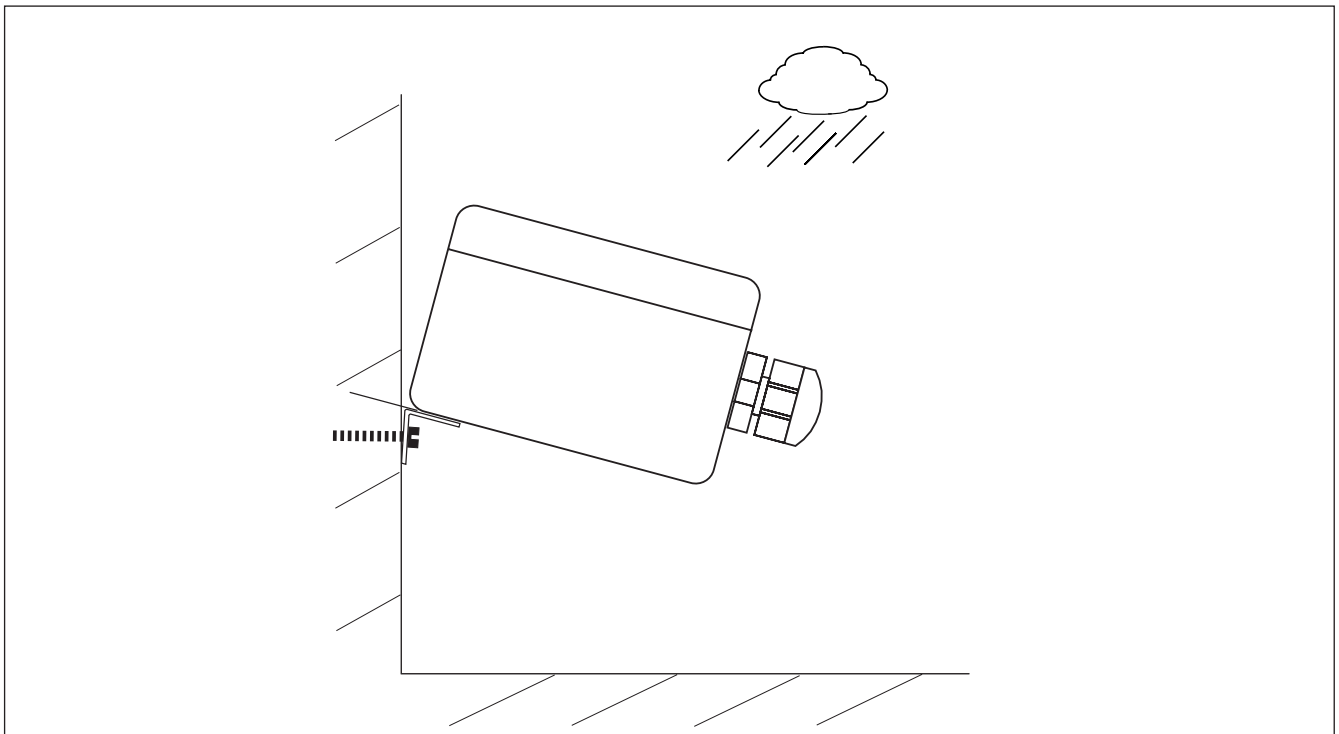

Abb. 3 Befestigung mit Haltewinkel an der Wand
- Der Niederschlag muss aus allen Richtungen ungehindert auf der Sensorfläche auftreffen können. Das am Messwertgeber angebrachte Halteblech erzeugt den nötigen Winkel für den Wasserabfluss von der Sensorfläche. Dieser Winkel sollte durch die Befestigung nicht verändert werden (s. Abb. 3).